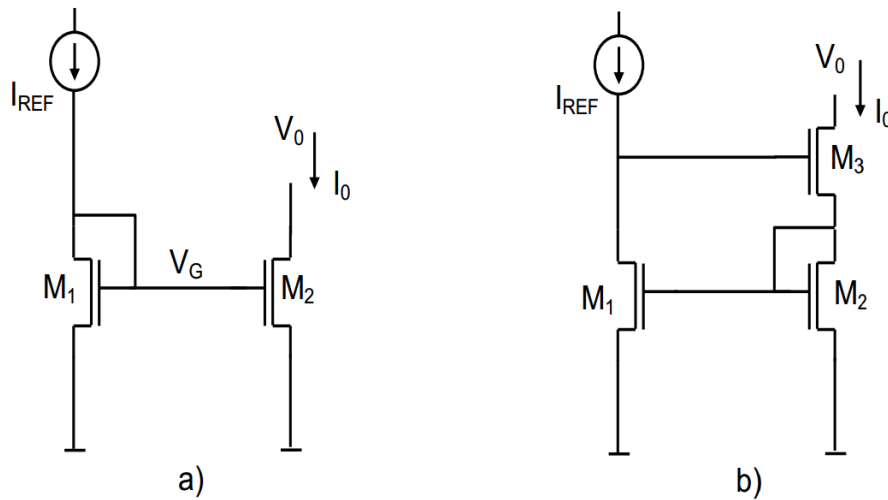

Figura 1: a)Espelho de corrente convencional; b)Espelho de corrente Wilson
3. *Considere os dois espelhos de corrente apresentados na Figura 1. Um deles é um espelho de convencional e o outro é um espelho de corrente de Wilson.